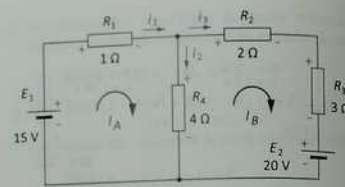

Figura 3.26. Sentido de los potenciales.
3. Se representan los potenciales en cada elemento (Figura 3.26).